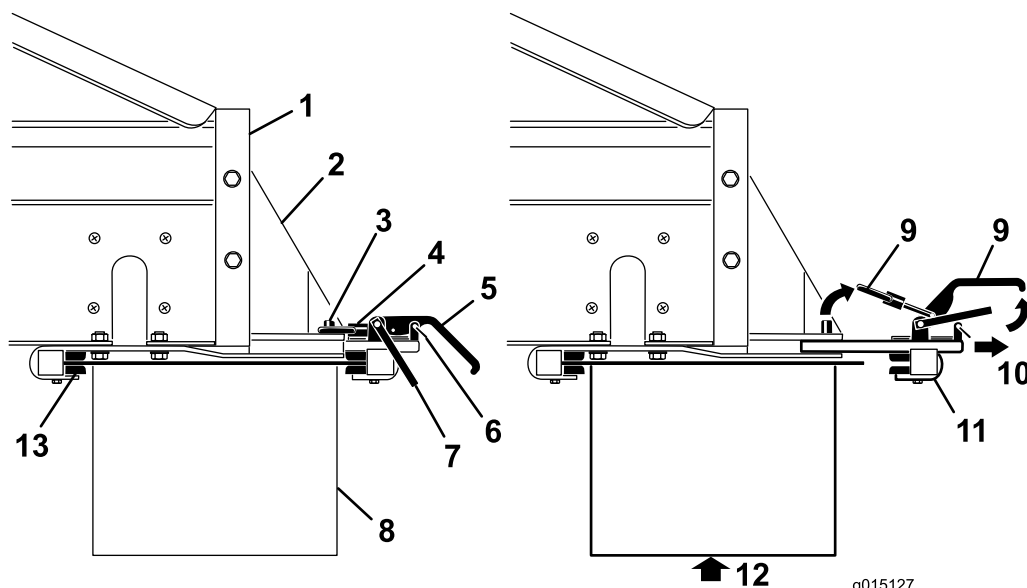

Рисунок 37
5. Выведите задний узел хомута дополнительного навесного оборудования из пазов быстрого подсоединения (Рисунок 37).
3. Снимите зажимы предохранительных защелок с рукояток хомутов (Рисунок 37).
4. Поднимите предохранительную защелку, затем поднимите рукоятки хомутов дополнительного навесного оборудования и освободите стопорные кольца от стопорных штифтов (Рисунок 37).
6. Вдвоем с помощником вставьте передний край поперечного конвейера / поворотного устройства под заднюю часть МН-400 в передние хомуты на кронштейнах (Рисунок 37).
7. Поддерживая поперечный конвейер / поворотное устройство, сдвиньте узел заднего хомута дополнительного навесного оборудования назад в пазы кронштейнов и поверх задней кромки штифтов и нажмите на рукоятки хомутов.. (Рисунок 37).
9. Заново установите зажимы предохранительных защелок на рукоятки хомутов (Рисунок 37).